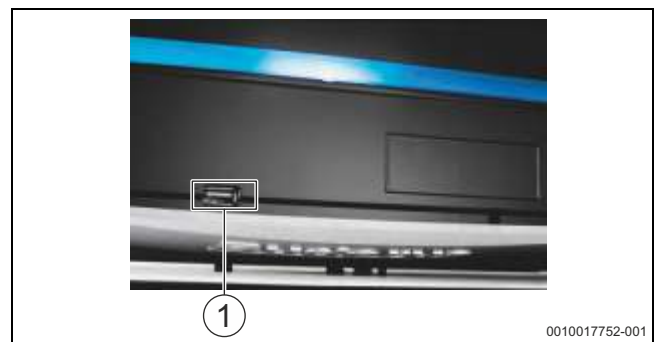

Рис. 50 Интерфейс USB: Logamatic 5000. [1] Интерфейс USB
- С помощью имеющегося в продаже USB-накопителя, который вставляется непосредственно в USB-интерфейс на устройстве управления (Рис. 50), можно реализовать следующие важные сервисные функции: